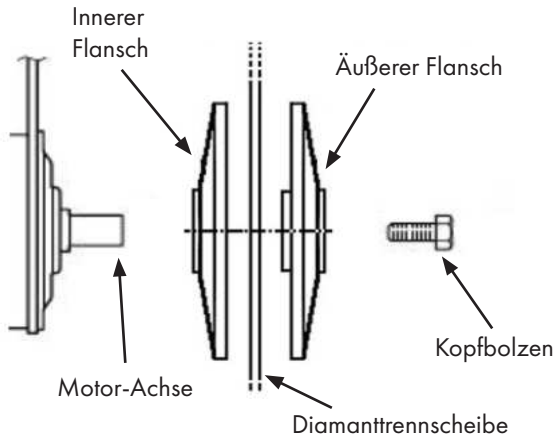

Abbildung 4
- Stellen Sie die Leerlaufdrehzahl mit der in Abb. 4 gezeigten Schraube ein.